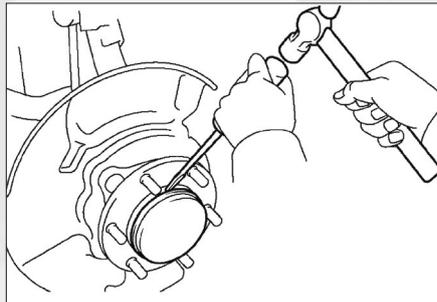

FIG. 12
- Déposer le cache-poussière centrale d'écrou de roues (**fig. 12**).